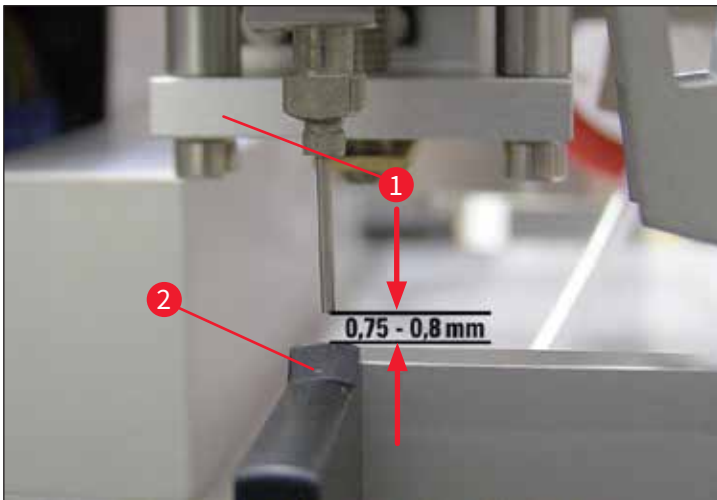

图 16
8. 从仪器前方执行目视检查,再次检查喷胶针的设置高度 (→ 图 16)。